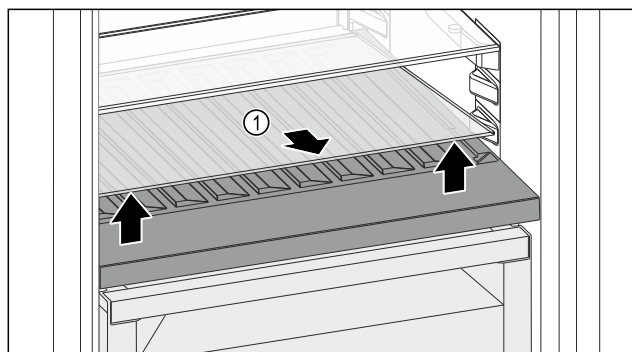

Fig. 98
- ▶ Sklenú dosku Fig. 98 (1) na vybraní vpredu nadvihnite a vytiahnite.
- ▶ Sklenú dosku Fig. 98 (1) bezpečne uchovávajte mimo zariadenia.